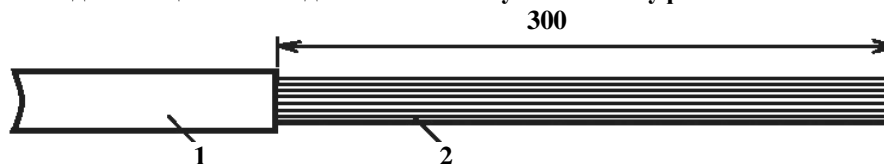

Рис. 2. Размеры разделки кабелей без брони:
3.2. Кабели без брони разделяются в соответствии с размерами, указанными на рис. 2. Все внутренние элементы, кроме токопроводящих жил, обрезаются у обрывов оболочек.